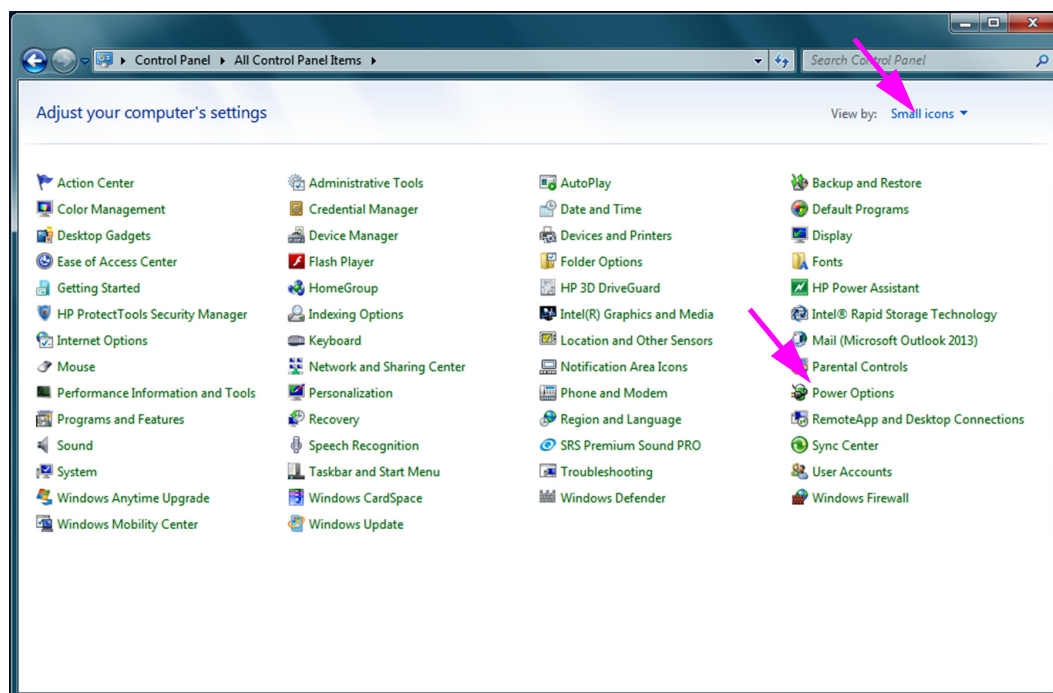

Figura 2-18. Fereastra Toate articolele din Panoul de control
2. Selectați **Panou de control (Control Panel)**. Dacă vizualizarea este setată pe Pictograme mici (Small Icons), fereastra Toate articolele din Panoul de control (All Control Panel Items) apare ca în Figura 2-18. Faceți clic pe **Opțiuni de alimentare (Power Options)**.